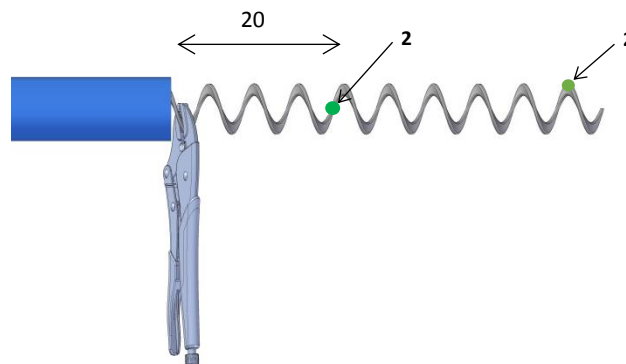

Figura 2
- Deixe a mola voltar até o alicate de pressão ficar encostado contra o tubo, conforme mostrado na Figura 2.